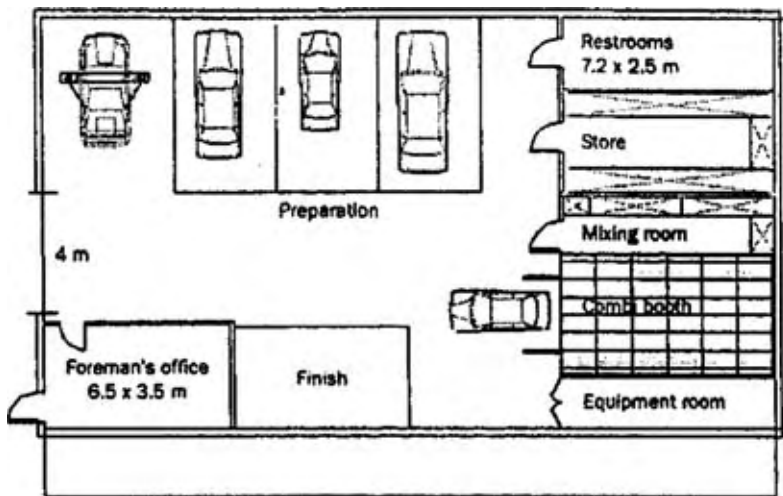

Рис. 1. Малая станция восстановительного ремонта (350 кв. м).
1. Малая СТО (рис. 1), площадь – 350 кв. м, количество производственных рабочих – 12 чел.